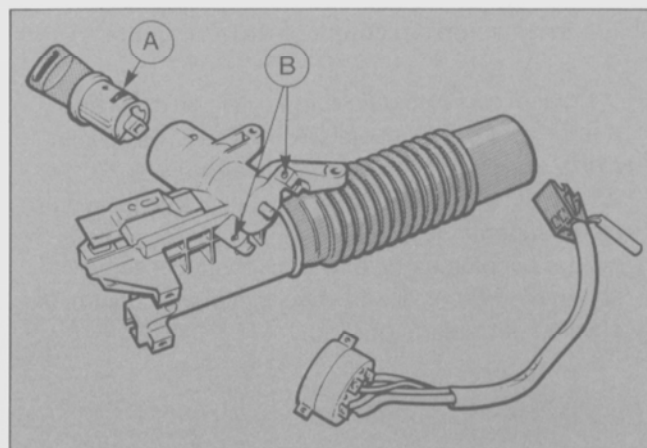

Fig. 27 - Interruptor y cilindro de la cerradura de la dirección.
- Introducir la llave de encendido y girarla a la posición I (destrabada), apretar la grampa elástica y quitar el cilindro de la cerradura (Fig. 27).
- Retirar los dos tornillos sin cabeza que sujetan el interruptor del encendido y el cableado protegido a la caja de la cerradura. (Fig. 27).